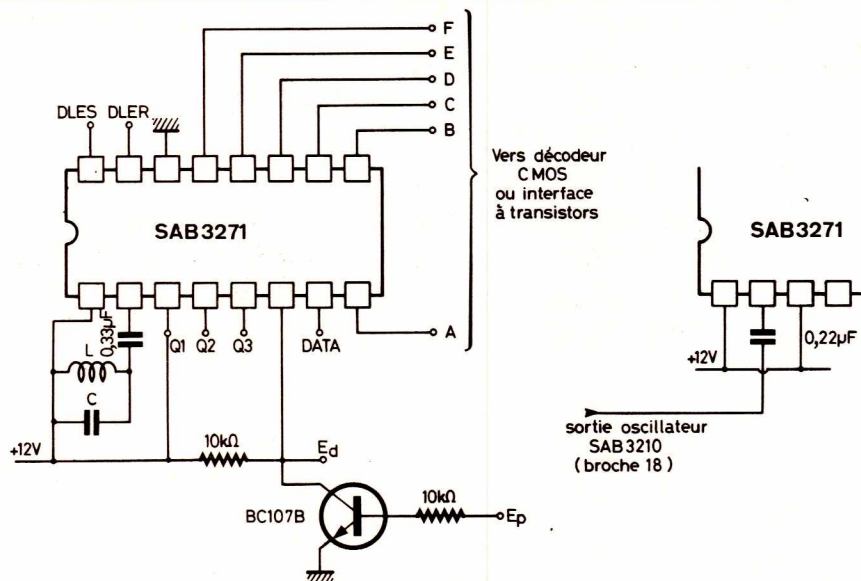

Figure 1 : Schéma d'application pour le SAB 3271. Variante : Utilisation dans un émetteur-récepteur avec le SAB 3210 et un seul circuit oscillant d'horloge.
Le schéma de la figure 1 montre que nous avons prévu le même étage de protection de l'entrée que pour le SAB 3209. Ceci permet de raccorder exactement les mêmes circuits de réception (infrarouges, radio, BF, etc...)
- DLES, DLER et DATA (voir figure 1) permettent l'exploitation sous forme série du message de 6 bits délivré en parallèle sur ABCDEF.
Nous ne nous étendrons pas sur ces possibilités annexes, qui ne s'avèrent réellement utiles que dans certains cas précis, d'autant que les broches Q1 et DATA servent aussi d'entrées de programmation et sont donc déjà utilisées dans notre montage « d'évaluation » de la figure 1. Les lecteurs désirant utiliser ces possibilités supplémentaires pourront se reporter utilement aux documents du fabricant.
La figure 1 montre d'ailleurs que dans le cas d'un émetteur/récepteur ou transpondeur utilisant conjointement SAB 3271 et SAB 3210, l'oscillateur de ce dernier (émetteur) peut facilement piloter les deux circuits simplifiant par là même le montage. Il suffit de relier la « sortie horloge » du SAB 3210 (broche 18) à l'entrée/sortie « horloge » du SAB 3271 (broche 2) à travers un 0,22 µF donc.